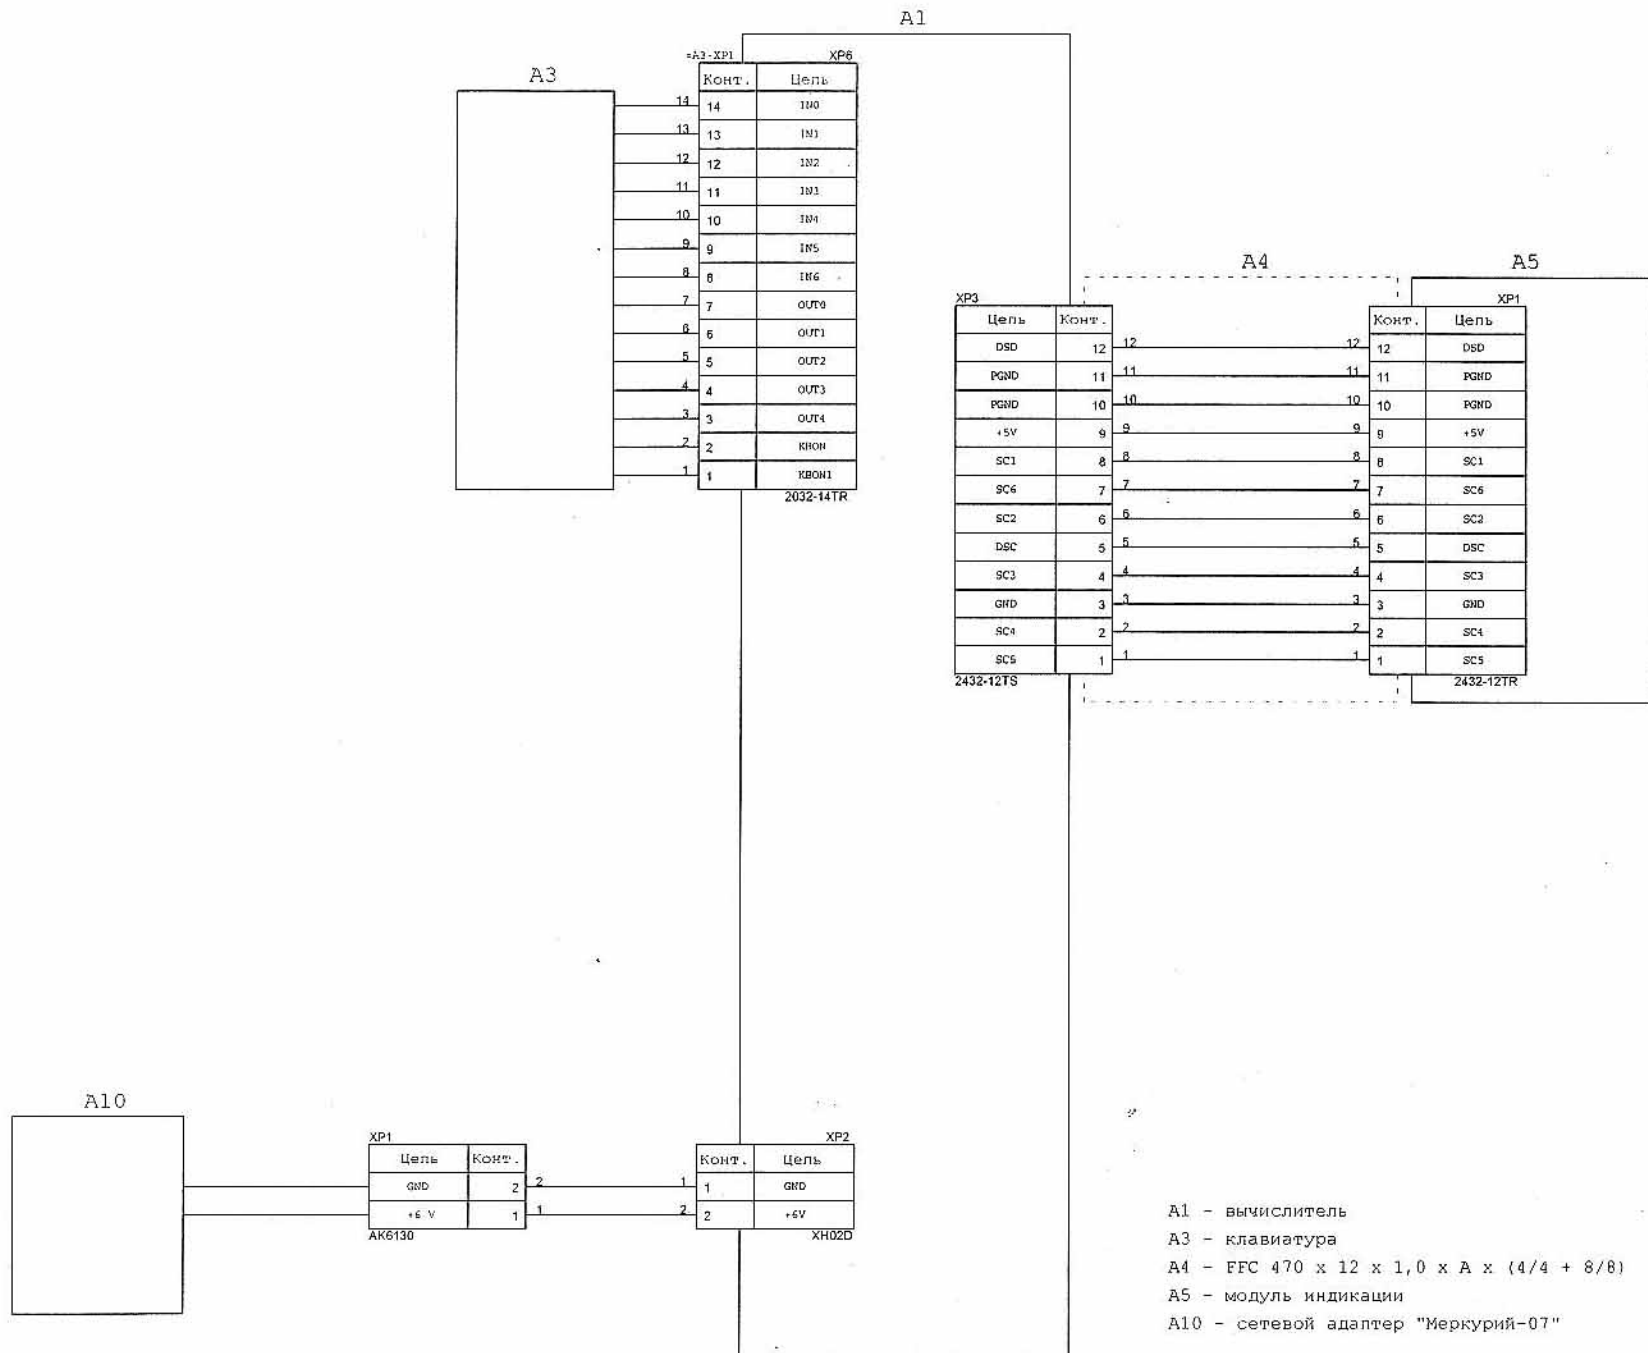

Рис. 1. Схема стенда для проверки модуля индикации АВЛГ 554.20.00 и АВЛГ 555.21.00
1. Перед началом проверки необходимо проверить правильность межплатных соединений в соответствии с схемой, приведенной на рис. 1.